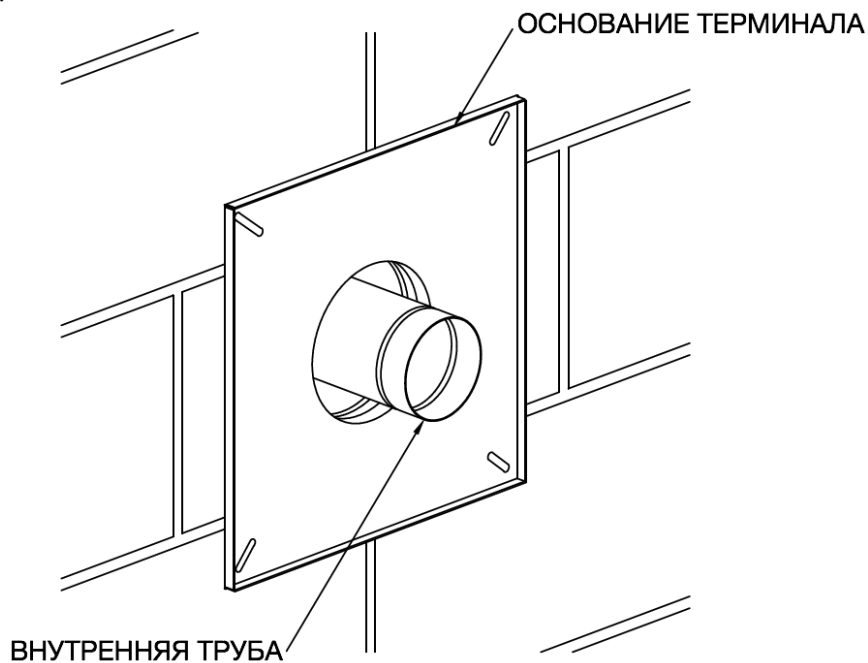

Рисунок 23
9. С наружной стороны стены вставьте трубу в отверстие до упора (когда основание терминала коснётся стены). См. Рисунок 23.